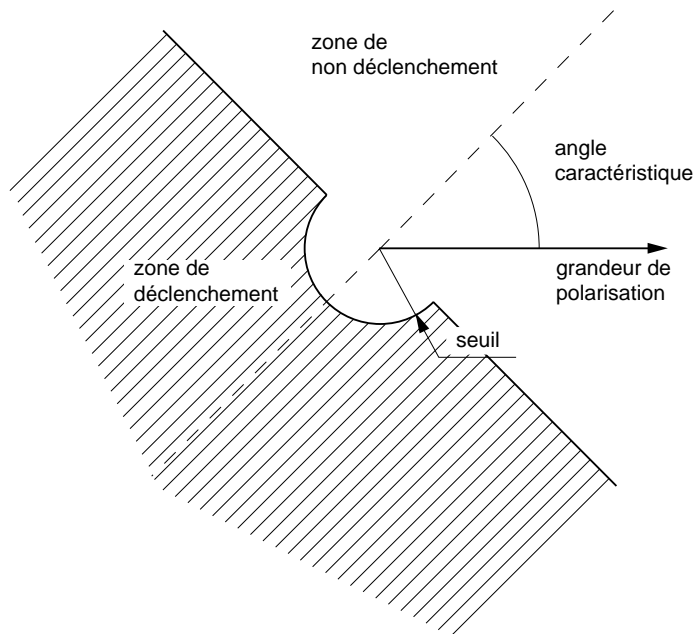

fig. 11 : caractéristique de fonctionnement d'une protection à maximum de courant directionnalisée.
■ fonctionnement à maximum de courant directionnalisé (cf. fig. 11)
Les relais directionnels de phase fonctionnent soit comme des protections à maximum de courant directionnalisées, soit par la mesure de la projection du courant sur la droite caractéristique (figures 11 et 12).